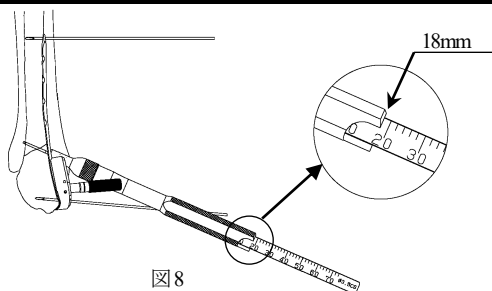

図 8
- 8) 3.5 コーティカル用デプスゲージの先端フックを対側皮質に引っ掛け、スケールを読み取ります。(図8)